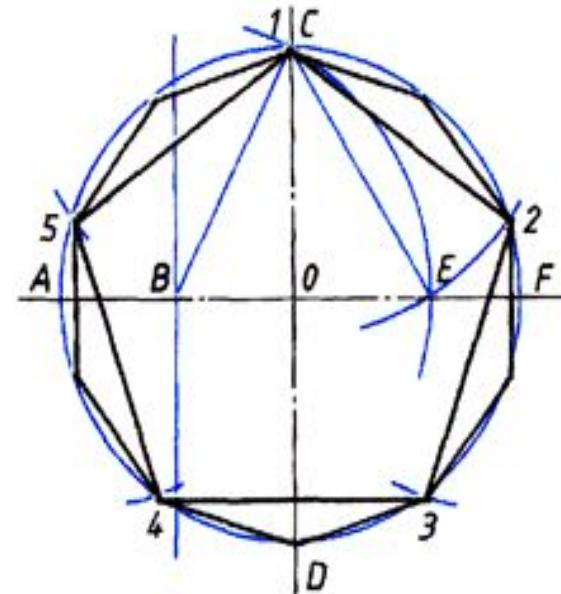

Рис. 65. Деление окружности на пять и десять равных частей
- Чтобы разделить окружность на пять равных частей, находим середину радиуса окружности ОА. Приняв точку В за центр, проведем дугу, радиус которой равен длине отрезка ВС, до пересечения ее с горизонтальным диаметром в точке Е. Отрезок СЕ есть сторона пятиугольника. Отрезок ОЕ соответствует стороне правильного вписанного десятиугольника. Отложив величину, равную $1/5$ и $1/10$ окружности, разделим ее на пять и десять равных частей. Соединив последовательно засечки (вершины n -угольника) отрезками прямых, получим правильные пяти- и десятиугольники (рис. 65).